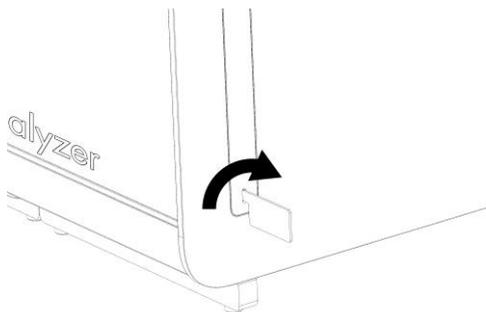

Figure 12. Retrait des couvercles de protection.
3. Retirez les couvercles de protection du côté du module analytique à l'aide de l'outil de retrait du couvercle de protection fourni avec le QIAstat-Dx Analyzer 1.0 (figure 12).